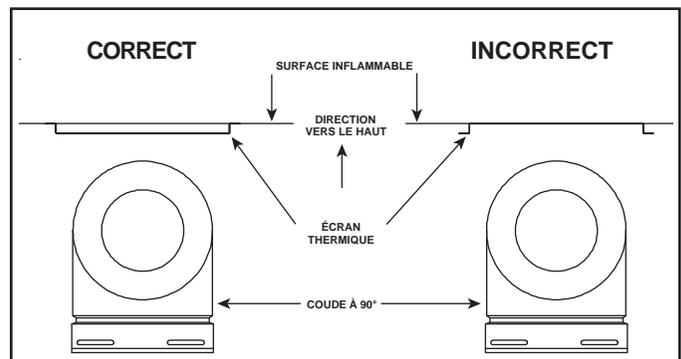

Figure 6.3
2. Attachez l'écran en place en utilisant les quatre trous de guidage. L'écran devrait être orienté de telle sorte que la partie la plus longue de 333 mm (13-1/8 po) soit orientée dans la même direction où pointe le coude. L'écran devrait être centré directement au-dessus du coude et positionné en vue d'obtenir un vide d'air de 13 mm (1/2 po) entre l'écran et la surface inflammable. Voir la figure 6.3.